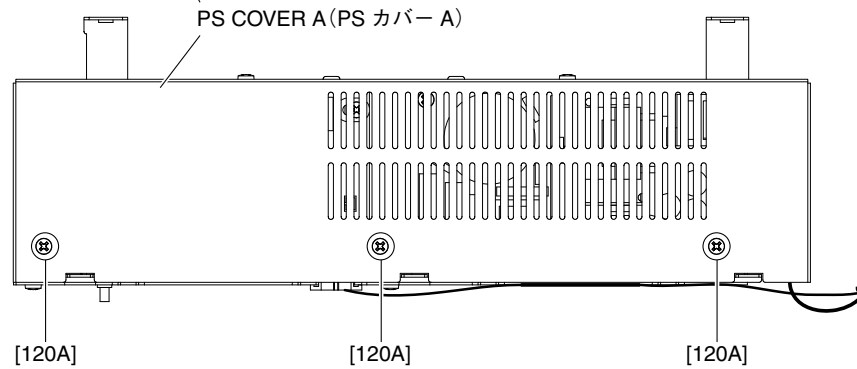

Fig. 13 (図 13)
- 15-2. Remove the five (5) screws marked [120A]. The PS cover A can then be removed. (Fig. 13)
- 15-2. [120A] のネジ 5 本を外して、PS カバー A を外します。(図 13)